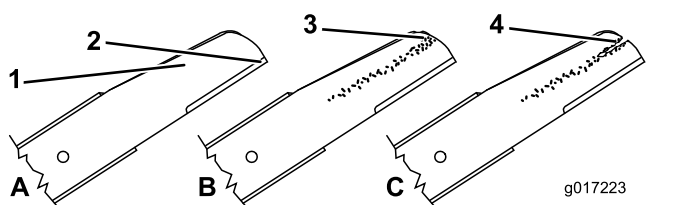

Figura 27
1. Inspeccione as extremidades de corte (Figura 27). Se as extremidades não estiverem afiadas
2. Inspeção as lâminas, especialmente a área curva ((Figura 27). Se verificar quaisquer danos, desgaste, ou a formação de ranhuras nesta área, substitua imediatamente por lâminas novas.